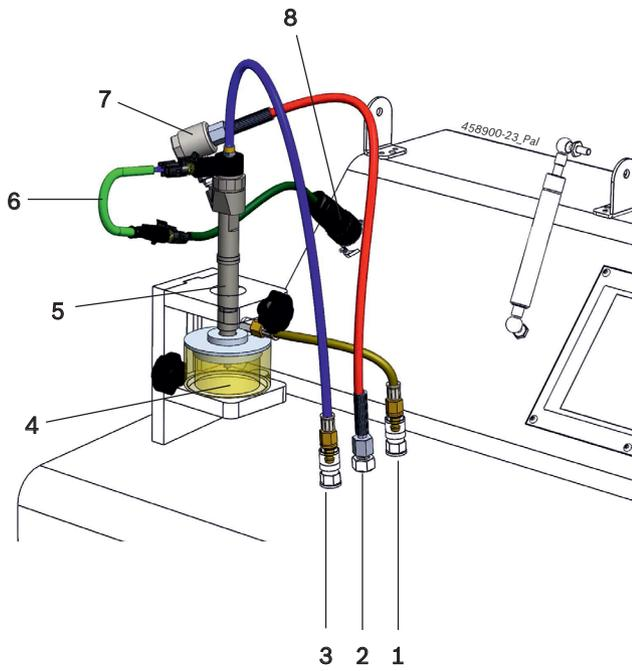

Рис. 33: Принципиальная схема подключения CRI
2. Установить CRI/CRIN, CRI Piezo (Рис. 33, поз. 5) (см. гл. 5.4.6).
4. Присоединить соединительный адаптер (Рис. 33, поз. 7) к патрубку высокого давления CRI/CRIN/CRI Piezo или адаптеру M12 – M14.
5. Соединить шлангопровод высокого давления с патрубком высокого давления (Рис. 33, поз. 2).
6. Другой конец шлангопровода высокого давления присоединить к соединительному адаптеру (Рис. 33, поз. 7).
- Требуемый для соответствующего инжектора шлангопровод (см. гл. 5.4.9) необходимо подсоединить к "контрольному выводу для проверки количества возвратного топлива" (Рис. 33, поз. 3) или к адаптеру CRIN с обратным клапаном 1 683 350 904.
Адаптерные провода для CRI Fremd (см. гл. 5.4.13) можно подсоединять только в сочетании с соединительным кабелем 1 684 448 333 (Рис. 33, поз. 8) на гнезде для подключения X7 EPS 118.